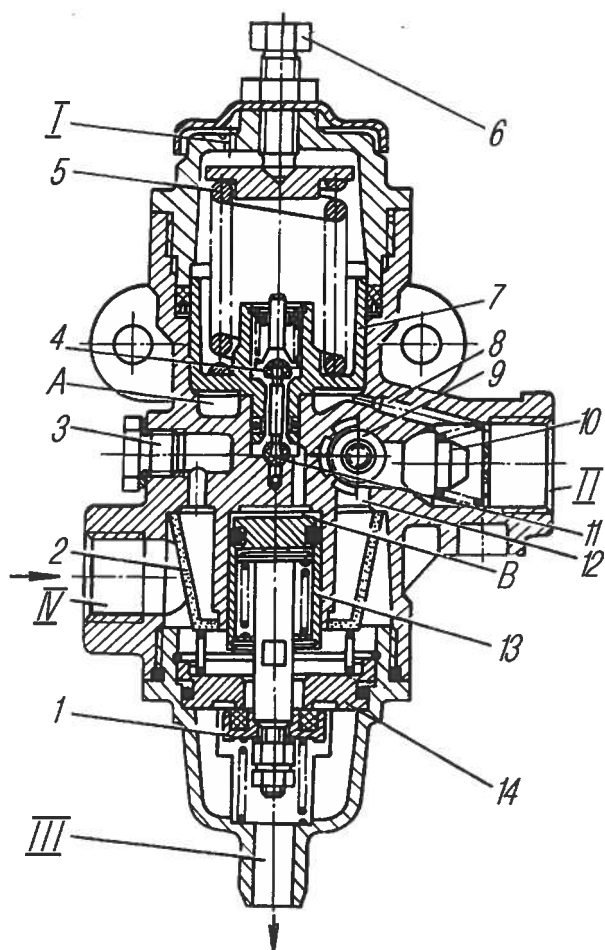

Рис. 66. Регулятор давления:
**Регулятор давления** предназначен для регулирования давления сжатого воздуха, поступающего от компрессора. Сжатый воздух от компрессора через вывод IV (рис. 66) регулятора, фильтр 2, канал 12 подается в кольцевой канал 9. Через обратный клапан 10 сжатый воздух поступает к выводу II и далее в воздушные баллоны автомобиля. Одновременно по каналу 8 сжатый воздух проходит в